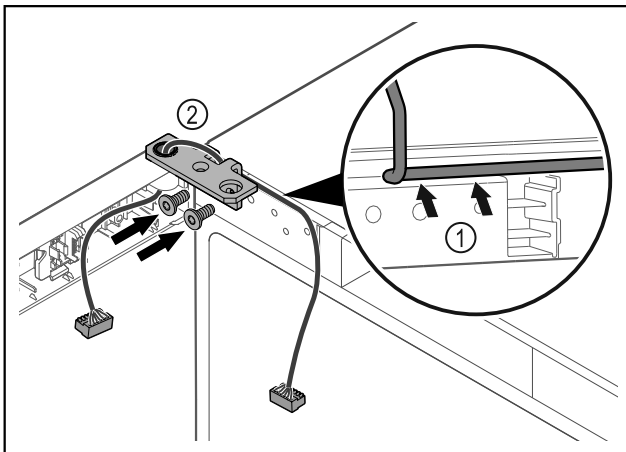

Fig. 63
- Περάστε το καλώδιο μέσα από το άνοιγμα της γωνίας μεντεσέ και τοποθετήστε το προσεκτικά Fig. 63 (1).
- Βιδώστε τη γωνία μεντεσέ Fig. 63 (2).